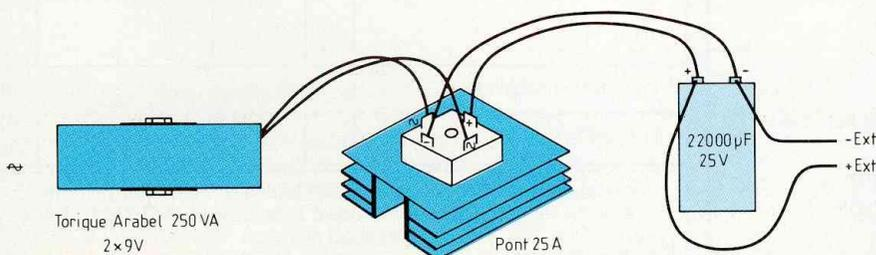

Fig. 4 : Montage de test et d'application grande puissance.
La figure 4 est un bon exemple de montage externe, capable de délivrer 300 W en refroidissant simplement le pont de redressement (qui remplace D5 à D8 prévues pour 6 A en pointe) grâce à un réservoir de 22 000 μ F/25 V,
- Les diodes D5 à D8 sont alors inactives, câbler en 15 ou 20/10^e selon figure 4